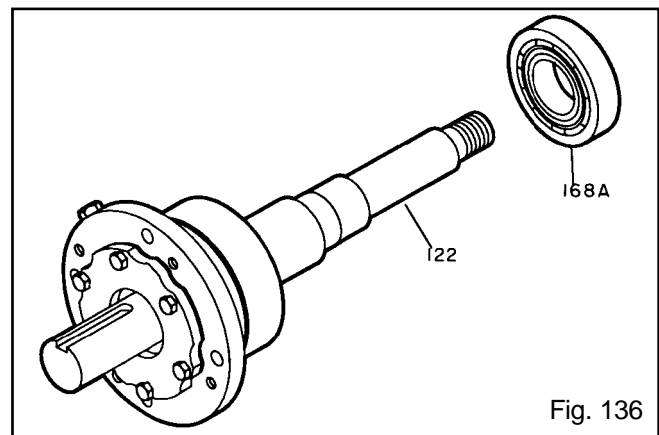

Fig. 136
- Instale el cojinete interior (168A) sobre el eje (122) (Fig. 136).